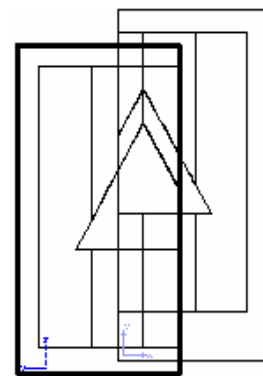

Рис. 5.24
- d) далее, если рамка видового экрана главного вида не выделена (левая рамка видового экрана), щёлкнуть по ней указателем мыши (рис. 5.24);